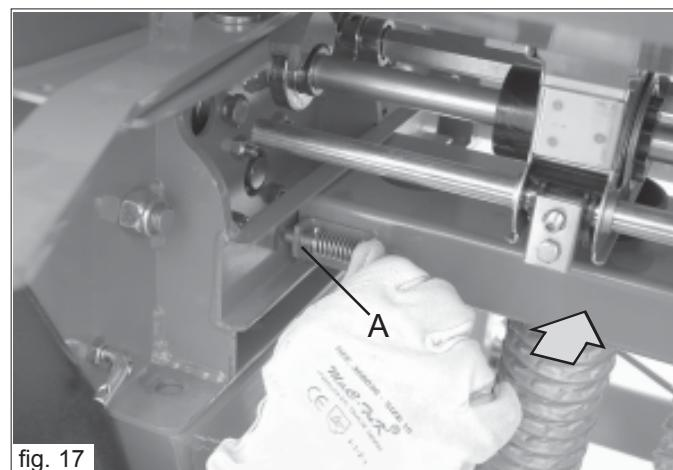

fig. 17
- 2) Den Riegel (A Abb.17) herausziehen und die Büchsenhalterung über die beiden Griffe in Pfeilrichtung verschieben.
- Den Riegel (Abb.17) herausziehen und die Büchsenhalterung über die beiden Griffe in Pfeilrichtung verschieben.